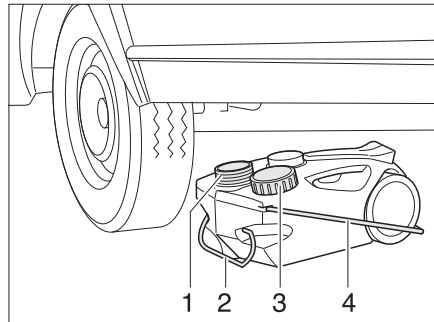

Bild 142 Abwassertank, fahrbar
- Öffnung des Abwassertanks (Bild 142,1) mit dem Deckel (Bild 142,3) schließen.
- Den Abwassertank am Griff (Bild 142,2) herausziehen.
- Tragegriff (Bild 142,4) nach oben klappen und Abwassertank aufstellen.